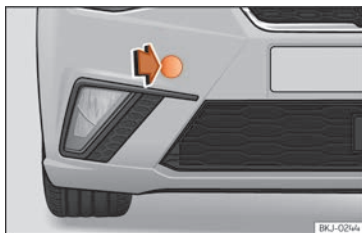

Fig. 99 Pare-chocs avant droit : retirer le cache.
- Retirez le cache avant en faisant pression sur la partie gauche de celui-ci »» fig. 99.